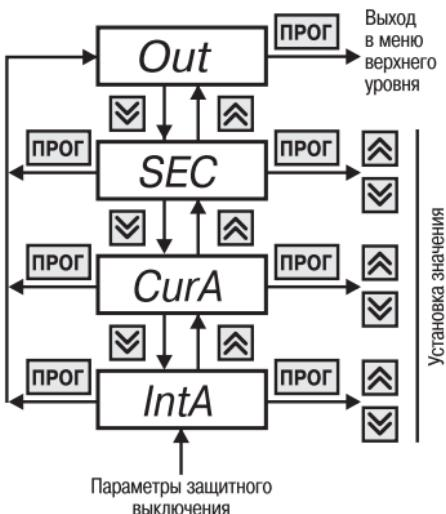

Рис. 17
6.2.2.6. Группа «**ALr**» предназначена для установки параметров защитного отключения (рис.17). Код доступа для этой группы «**_44**».